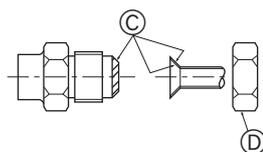

Fig. 5-6
(A) (Fig. 5-6)
(B) (Fig. 5-6)
5.5. Tubos de ligação (Fig. 5-6)
- Aplique uma fina camada de óleo refrigerante ao tubo e à superfície de costura da junta antes de apertar a porca do tubo. (A)
- Aperte os tubos de ligação com duas chaves. (B)
- Aplique óleo de máquina refrigerante em toda a superfície de encaixe de afunilamento. (C)
- Use as porcas afuniladas da seguinte maneira. (D)